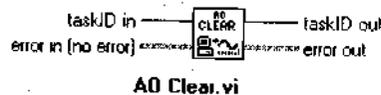

Рис. 11.32. ВП ЦАП Очистка
**ЦАП Очистка (AO Clear)** останавливает работу аналогового вывода, удаляет буфер из памяти компьютера и освобождает ресурсы платы сбора данных, такие как счетчики (рис. 11.32).